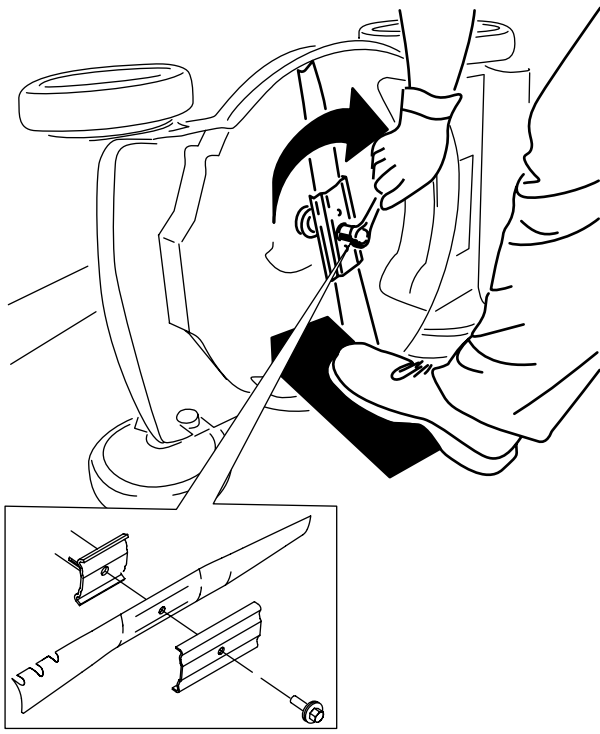

図 28
5. 新しいブレードを取り付ける。外したボルト類を使用する 図 28。